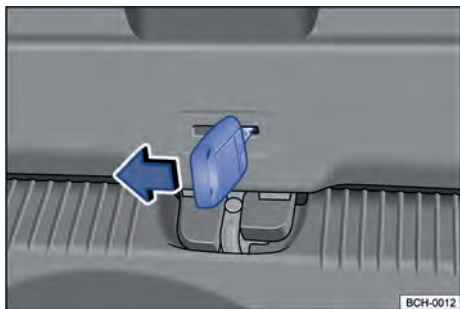

Fig. 58 En el maletero: desbloquear el capó del maletero.
- Introducir el paletón de la llave en la entrecara de llave del capó del maletero → fig. 58 y mover la palanca de desbloqueo en la dirección de la flecha.